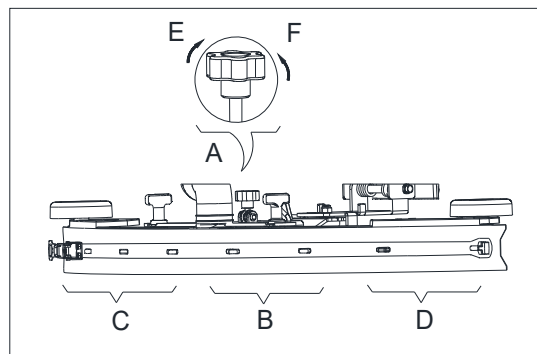

Figura 5
3. Ajustați mopul cu ajutorul mânerului de ajustare (A, Figura 5).
- a) Dacă este un spațiu gol între podea și secțiunea din mijloc a lamei din spate a mopului (B) ajustați butonul (A) în direcția invers acelor de ceasornic (F) până când toată suprafața lamei din spate a mopului este în contact cu solul, iar lama din față atinge ușor solul.
- b) Dacă este un spațiu gol între podea și ambele capete ale lamei din spate a mopului (C și D) ajustați butonul (A) în direcția acelor de ceasornic (E) până când toată suprafața lamei din spate a mopului este în contact cu solul, iar lama din față atinge ușor solul.